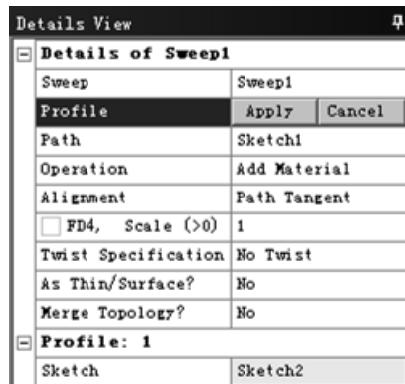

图 3.3.46 “Details View”对话框
- 步骤 02** 选择命令。选择 **Create ➔ Sweep** 命令，弹出图 3.3.46 所示的“Details View”对话框。